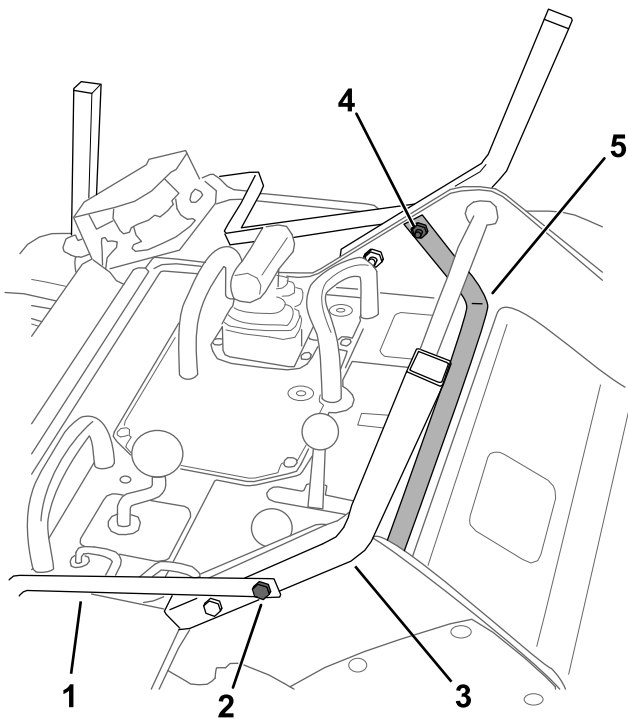
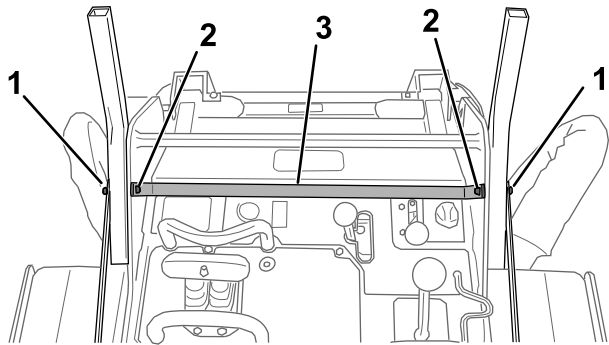

Figure 3
Figure 4
6. Montez le support du pare-brise à l'aide de 2 boulons ($\frac{1}{4}$ x 2 po) et 2 contre-écrous ($\frac{1}{4}$ po) pour fixer également les tubes récepteurs avant et les protège-flexible sur le cadre (Figure 3 et Figure 4).